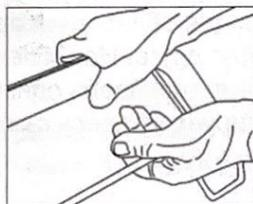

Рис. 19
- Потяните рычаг сцепления к ручке, чтобы включить колеса (рис. 19).